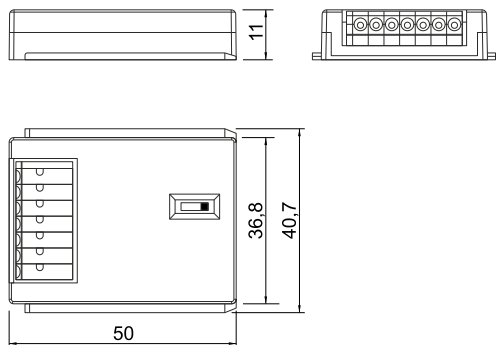

Рис. 1
- Размеры сенсорного выключателя, планки крепления и размеры сенсорной кнопки указаны на Рис. 1, 2.